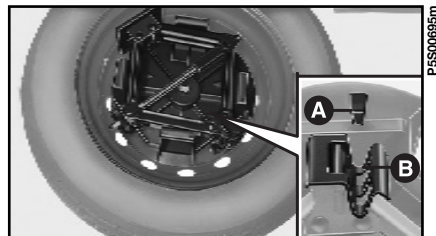

fig. 8
2) Reinscrivere il cric nel proprio supporto facendo coincidere il perno **A-fig. 8** con la scanalatura **B** del cric, quindi sistemare il tutto nella ruota sostituita.